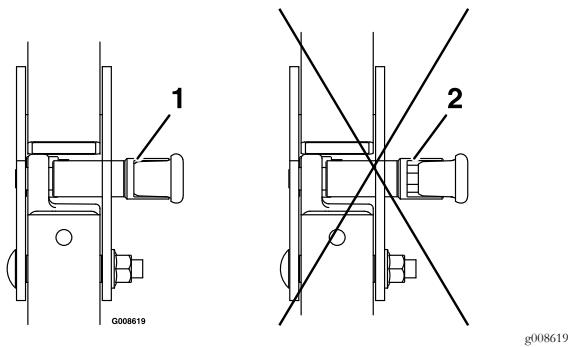

Figura 14
5. Asegúrese de que los pomos están completamente bloqueados cuando la barra anti-vuelco está en la posición elevada. Puede ser necesario empujar hacia adelante o tirar hacia atrás de la parte superior de la barra anti-vuelco para que se bloquen completamente ambos pomos (ver Figura 14).